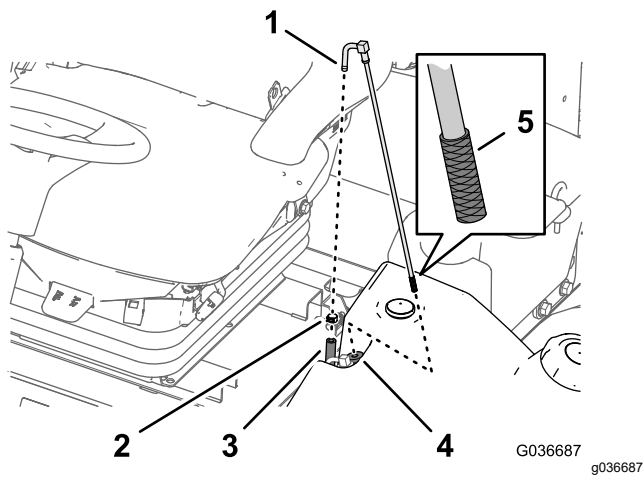

Figura 53
1. Retire la abrazadera que fija la manguera de suministro de combustible al acoplamiento del tubo de aspiración de combustible (Figura 53).
2. Retire la manguera del acoplamiento (Figura 53).
3. Retire el tubo de aspiración de combustible del depósito de combustible (Figura 53).
4. Limpie cualquier residuo de la rejilla del extremo del tubo de aspiración de combustible (Figura 53).
5. Introduzca el tubo de aspiración de combustible a través del casquillo de goma e introdúzcalo en el depósito (Figura 53).